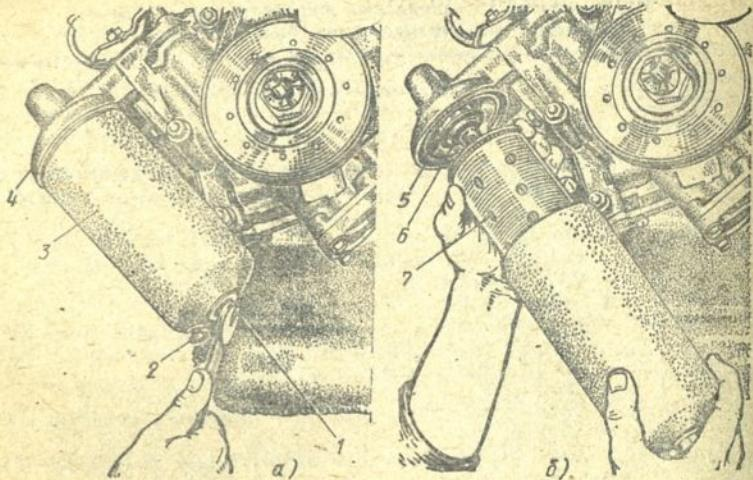

Рис. 31. Операция замены фильтрующего элемента системы смазки двигателя:
1. Выверните пробку 2 (рис. 31) из корпуса 3 фильтра и слейте отстой.